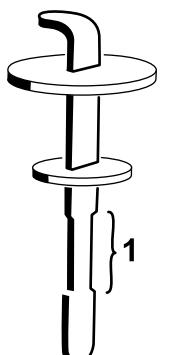

図 87
- 補給口の首からディップスティックを抜き、ウェスできれいに拭う。もう一度首に差し込んで引き抜き、オイルの量を点検する。オイルの量が安全範囲にあれば適正である（図 87）。